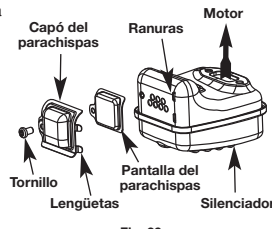

Fig. 39
2. Localice el silenciador, pero no lo quite. Busque el tornillo en la parte inferior del silenciador (Fig. 39). Quite el tornillo usando una llave torx No. 20 o un destornillador plano.